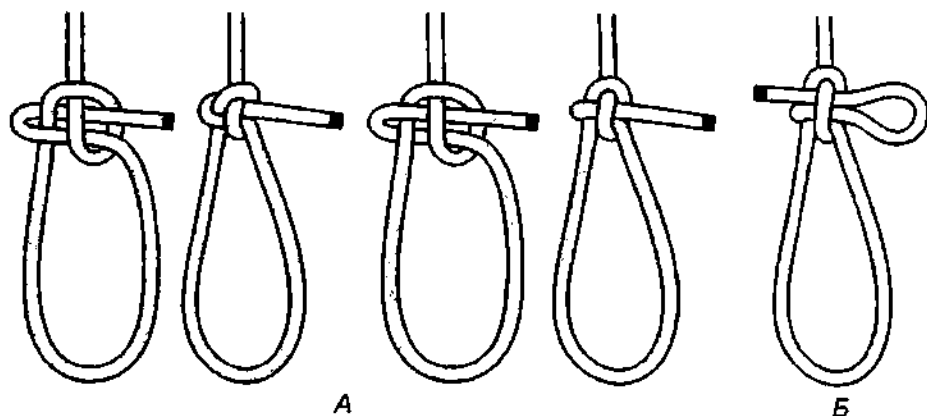

Рис. 325. А – два вида казачьего узла; Б - калмыцкий узел.
**Казачий узел** относится к очень надёжным фиксированным петлям. **Казачий узел** является «родным братом» **шкотовому** и **беседочному узлам** (рис. 325, 328). **Калмыцкий узел** – это быстроразвязывающийся **казачий узел** (рис. 325 Б). **Калмыцкий узел** быстро и легко вяжется и мгновенно развязывается при рывке за ходовой конец. Ходовой конец у **казачьего** или **калмыцкого узлов** может быть пропущен в узел двояко – его расположение на крепость или устойчивость узла никак не влияет (рис. 325 А, 326).